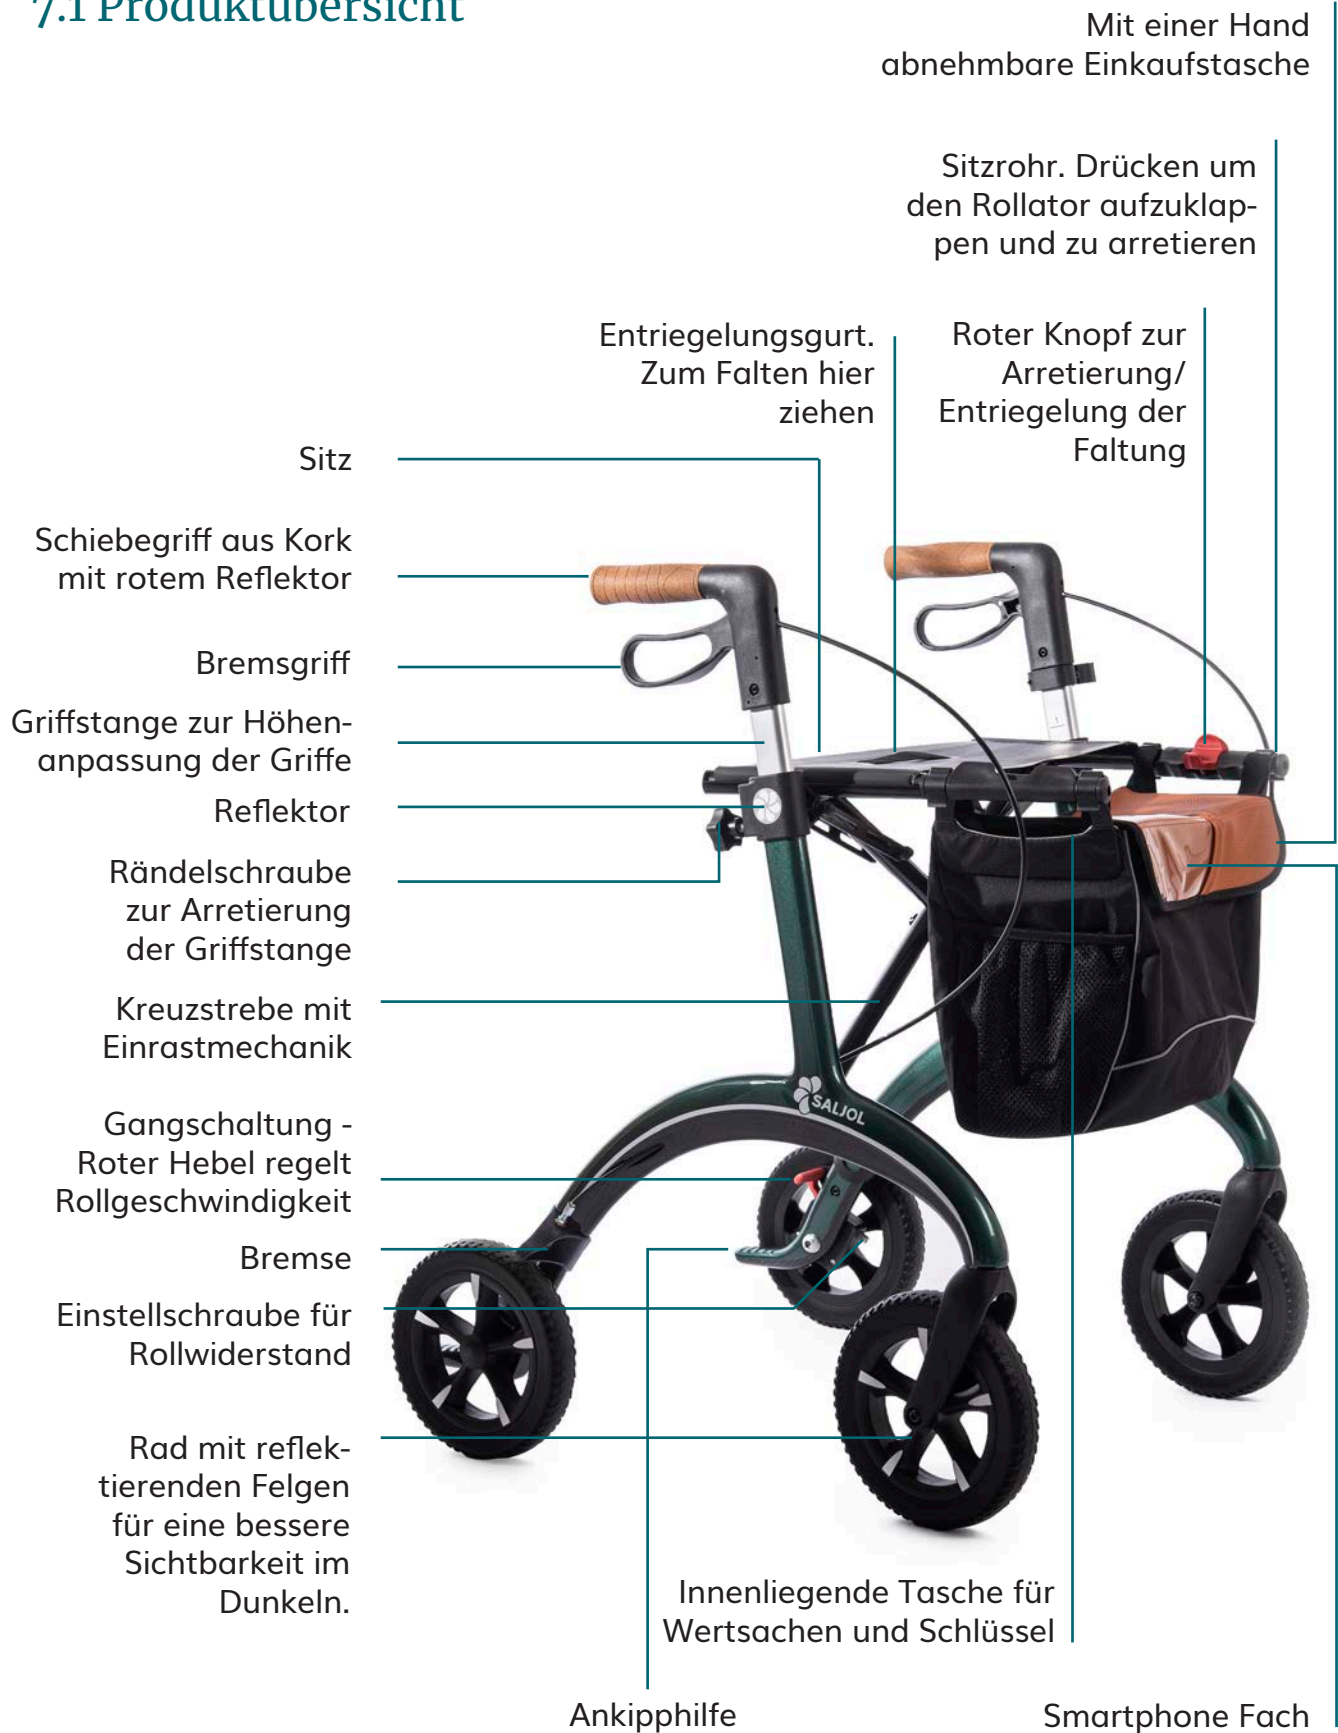

Abbildung 1: Der Saljol Carbon Rollator
Abbildung 1 soll Ihnen einen Überblick über die Teile Ihres Carbon Rollators von Saljol vermitteln und Ihnen eine Hilfestellung beim Einstellen des Carbon Rollators von Saljol auf Ihre Bedürfnisse sein.
Nehmen Sie den Carbon Rollator von Saljol aus dem Karton und überprüfen Sie, ob etwas fehlt. Vergleichen Sie mit Abbildung 1. Falls ein Teil fehlt oder Bauteile beschädigt sind, kontaktieren Sie umgehend Ihren Fachhändler oder Saljol.
- Testen Sie nun, ob Sie die Sitzrohre nach oben ziehen können. Falls dies nicht klappt, ist der Rollator korrekt und sicher aufgefaltet. Vergleichen Sie im Zweifel mit Abb. 1.